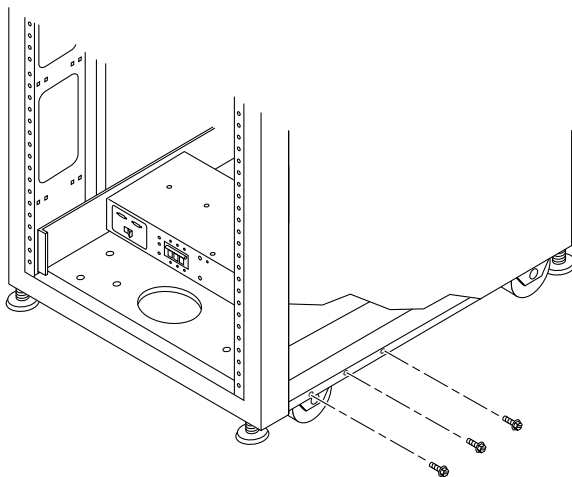

FIGURE 2-5 Retrait des vis de montage de la partie inférieure droite (avant)
1. Retirez les trois vis de montage situées sur les parties inférieures droites avant (FIGURE 2-5) et arrière du système.